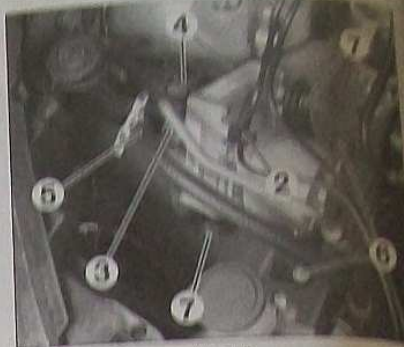

FIG. 12
- déclipser les canalisations du circuit de refroidissement (2) de l'électropompe et les écarter (Fig. 12).
- déposer la vis de bridage (3) de la canalisation haute pression sur l'électropompe.
- débrancher les connecteurs (4) et la canalisation de retour (5) sur l'électropompe.
- déposer les vis de fixation (6) de l'électropompe et la dégager.
... la vis de bridage de la canalisation haute pression (3) sur l'électropompe puis écarter la canalisation (Fig.12).
- Débrancher la canalisation de retour (5) sur l'électropompe et diriger son extrémité vers un bac de récupération (Fig.12).
- Rebrancher la canalisation de retour (5) sur l'électropompe, avec un collier neuf (Fig.12).